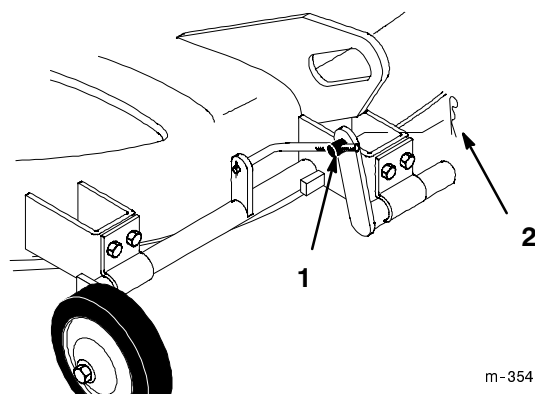

Figure 12
4. Levez le levier de commande d'accessoire pour décoller les roues de jauge légèrement du sol. Enlevez la goupille fendue élastique de 1-7/16" du tourillon (Fig. 12).
5. Tournez le tourillon pour modifier le réglage de l'horizontalité transversale (Fig. 12).